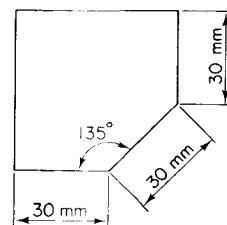

Fig. 3.28
20. Draw the template shown in Fig. 3.28.